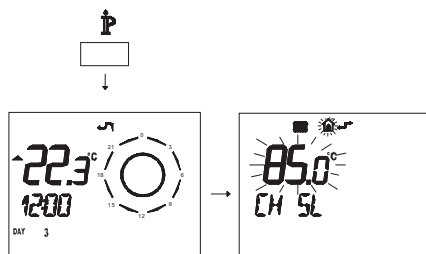

Рисунок 5.31
- Нажмите и удерживайте 3 секунды кнопку , чтобы войти в режим **INFO** (Рисунок 5.31).